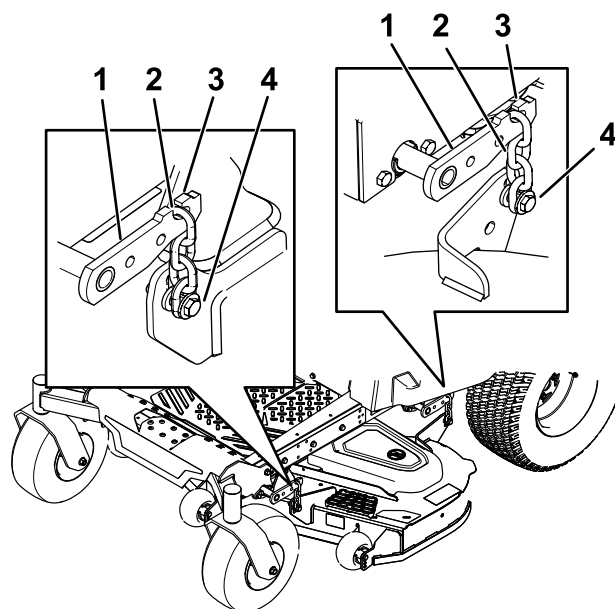

Figure 61
7. Détachez les chaînes des crochets sur les bras de levage du tablier (Figure 61).
6. Soulevez l'arrière du tablier de coupe et accrochez les chaînes aux bras de levage arrière (Figure 61).
7. Accrochez les chaînes avant aux bras de levage avant (Figure 61).